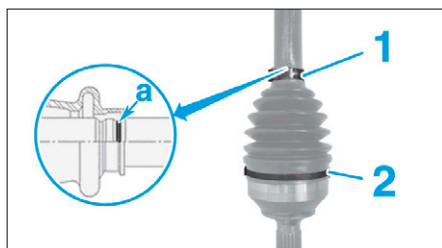

FIG. 6
- Déposer les bagues (1) et (2) à l'aide d'une scie à métaux (Fig.6).
Respecter le positionnement du soufflet sur l'arbre, talon du soufflet dans la gorge "a" de l'arbre ou le repère fait au démontage (Fig.6).